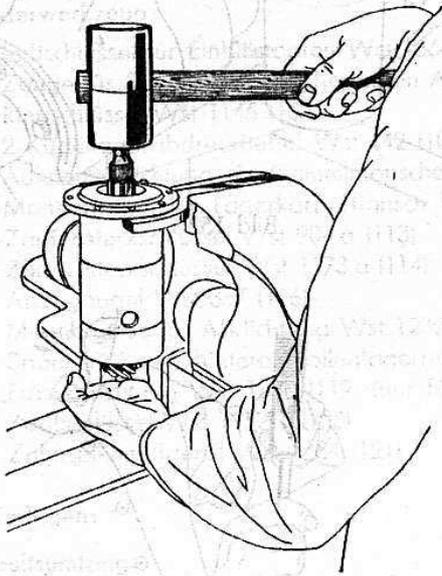

Bild 155
13. Antriebskegelrad mit Welle nach hinten heraus schlagen (Bild 155), Seeger-Sicherung mit Zange A 2 abnehmen (Bild 156).